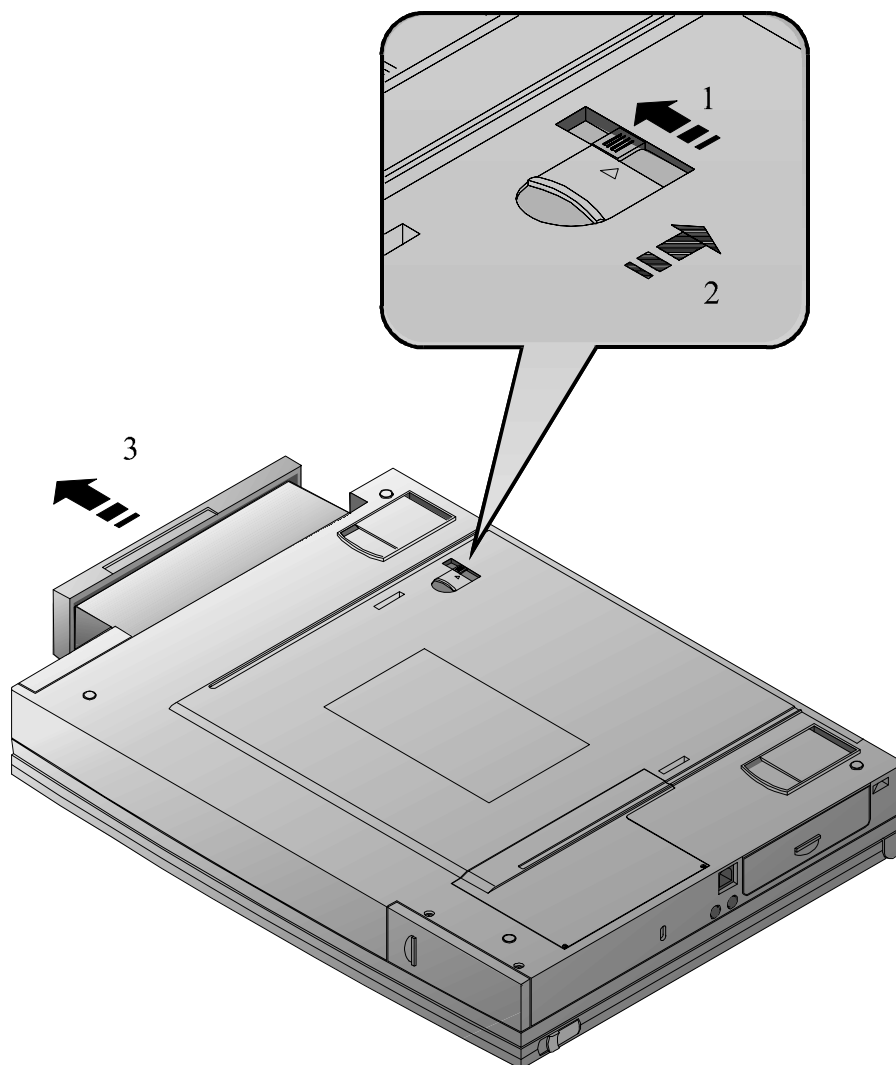

Figure 6-3 : retrait d'un module du logement d'extension
1. Faites glisser le bouton de verrouillage dans la direction indiquée par la flèche, comme indiqué à l'étape 1 de la figure 6-3. Ceci déverrouille le loquet de déverrouillage du module.
2. Faites glisser le loquet de déverrouillage du module dans la direction indiquée par la flèche comme indiqué à l'étape 2 de la figure 6-3, et maintenez-le dans cette position.
3. Tout en maintenant le loquet dans cette position, faites sortir le lecteur du logement d'extension. Reportez-vous à l'étape 3 de la figure 6-3.